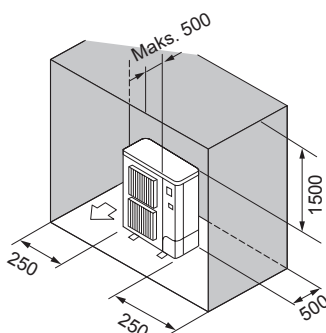

Fig. 2-11
- ⑥ Šķēršļi tikai iekārtas aizmugurē, sānos un virs tās (Fig. 2-11)